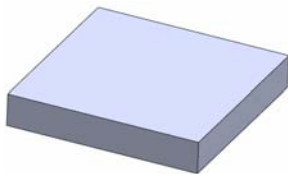
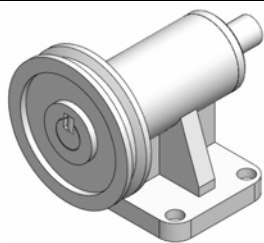

图 13-49 拉伸实体
图 13-50 “传动”装配体
- ③ 选择菜单栏中的“插入”→“凸台/基体”→“拉伸”命令，将上一步绘制的草图拉伸为“深度”为 10 的实体。结果如图 13-49 所示。
- ④ 点击“保存”按钮, 将文件保存为“相机橇.sldprt”。
- ⑤ 打开第 12 章中的“传动”装配体，单击“视图”工具栏中的“正等轴测”视图，如图 13-50 所示。